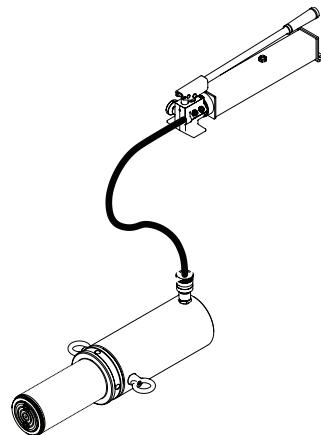

Figure 2 : Purger l'air du système
1. Placez la pompe à une position plus élevée que le tuyau et le vérin comme illustré à la figure 2.
| Fonctionnement irrégulier | <ul style="list-style-type: none"> Air dans le système ou cavitation de la pompe. Le vérin a des fuites externes. Le vérin est bloqué. | <ul style="list-style-type: none"> Purgez l'air du système (voir figure 2). Communiquez avec le centre de service. Communiquez avec le centre de service. |
| Mauvais fonctionnement du vérin | <ul style="list-style-type: none"> Niveau d'huile de la pompe trop bas. Air emprisonné dans le système. | <ul style="list-style-type: none"> Assurez-vous que le niveau de liquide est adéquat. Purgez l'air du système (voir figure 2). |